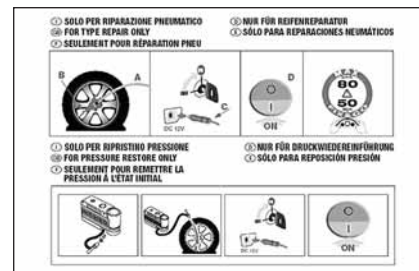

fig. 12
- ☐ dépliant informatif (voir **fig. 12**), employé pour une utilisation correcte et rapide du kit de réparation rapide et livré ensuite au personnel qui devra manier le pneu traité;